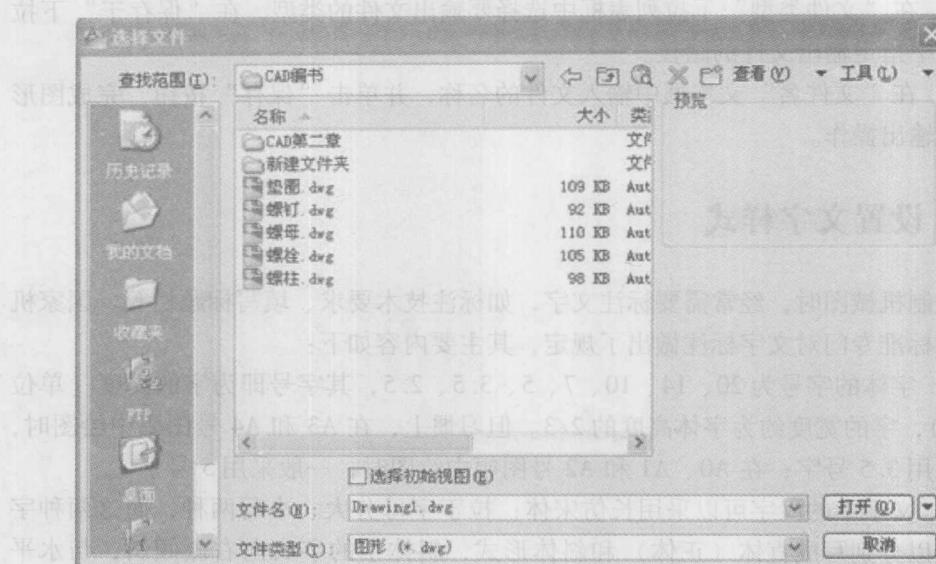

图 1-3 “选择文件”对话框
1) 选择“文件”→“打开”命令，打开“选择文件”对话框，如图 1-3 所示。